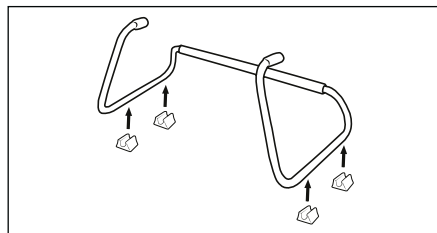

Fig. 1
- ♦ Sæt de fire fødder **❷** fast på støtten **❶** (se fig. 1).